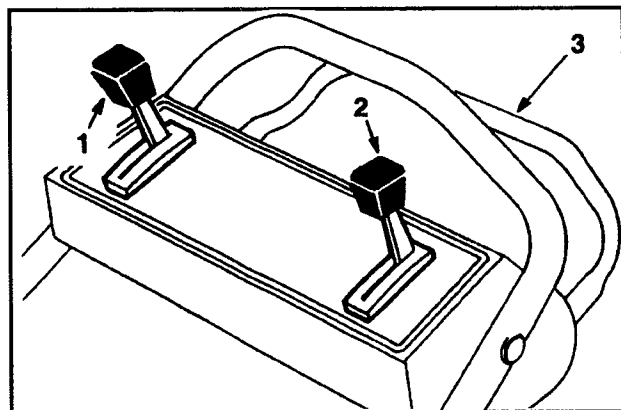
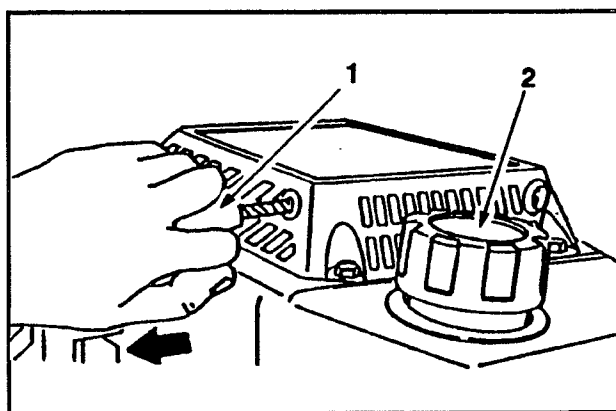

Figure 7
Figure 8
1. Nettoyer le pourtour du bouchon d'essence et le retirer (fig. 8).
COMMANDES – La commande des gaz, le contrôle de vitesse au sol et la barre de commande d'auto-propulsion se trouvent sur le mancheron supérieur (fig. 7). Le démarreur manuel se trouve sur le dessus du moteur (fig. 8).
2. **DÉMARRAGE** – Placer le sélecteur de vitesse sur "N" (fig. 7). Placez la commandes des gaz en position ETRANGLEUR (CHOKE). Assurez votre équilibre et maintenez fermement la tondeuse en plaçant votre pied sur la partie supérieur gauche du carter de la tondeuse à l'endroit où se trouve le symbole en forme de semelle. Tirez le démarreur manuel monté sur le moteur et réglez la commande des gaz selon besoin quand le moteur démarre. Une fois que le moteur a démarré, déplacez la commande des gaz de la position CHOKE et réglez l'accélération.
3. **VITESSE AU SOL** (fig. 7) – Placer la commande de vitesse au sol sur le réglage désiré. Les chiffres "1", "2" et "3" correspondent respectivement à une marche lente, moyenne et rapide. La vitesse au sol varie en fonction de l'espace entre la barre de commande et le mancheron. Placer la barre de commande sur "N" pour tailler les bordures ou lorsque la tondeuse n'est pas utilisée.